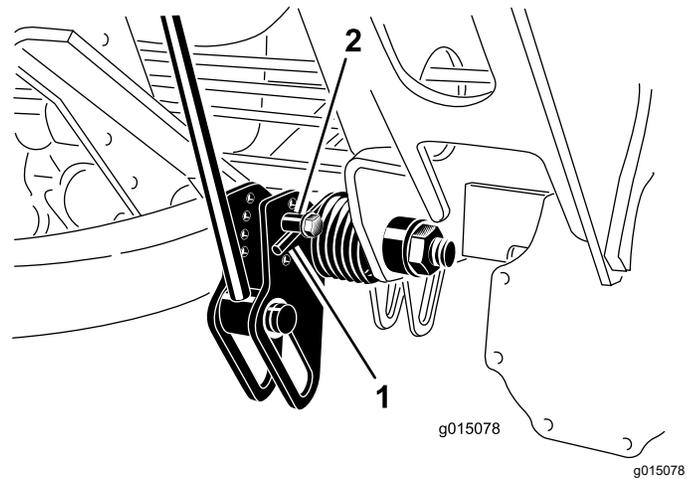

Bild 60
2. Führen Sie ein Rohr oder ein ähnliches Objekt in die lange Feder ein, um die Federspannung während der Einstellung aufzuheben (Bild 60).
3. Wenn Sie die Federspannung aufgehoben haben, nehmen Sie die Schraube und Sicherungsmutter ab, mit denen der Federaktuator an der Halterung befestigt ist (Bild 60).